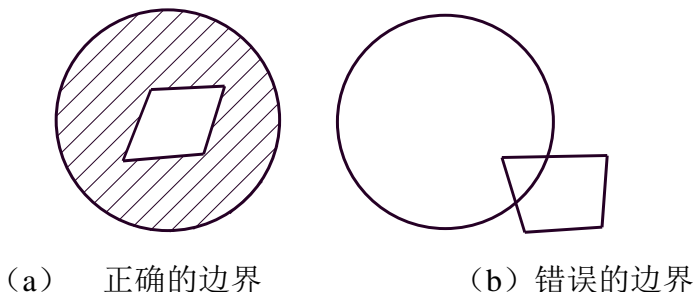

图 2-46 拾取边界曲线的正误
- 3) 移动鼠标拾取构成封闭环的若干条曲线，如果所拾取的曲线能够生成互不相交（重合）的封闭的环，右击确认后，一组剖面线立即被显示出来，否则操作无效。例如，图 3-46 (a) 所示封闭环被拾取后可以画出剖面线。而图 2-46 (b) 则由于不能生成互不相交的封闭的环，系统认为操作无效，不能画出剖面线。